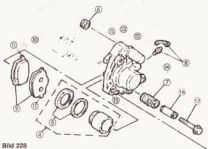

Bild 228
Detailskizze zu den Bauteilen 10 in Bild 228
- 2 Diese «Federzungen» drücken auf die «Nasen» der Bremsklötze (11 in Bild 228)
- Führungsschraube 17 in Bild 228 lösen (18 Nm) und ausbauen.
- Links und rechts von der Bremsscheibe liegen die Bremsklötze frei, lediglich vom feststehenden Teil des Bremssattels (13) und den Federn (10) gehalten. Bremsklötze dort abnehmen.
- Nach Ausbau des feststehenden Teils Gleitflächen reinigen und entscheiden, ob die Federn 10 in Bild 228 weiterverwendet werden können oder gegen neue ausgetauscht werden müssen.
- Festsehenenden Teil des Bremssattels mit eingesetzten Federn (10) am Gabelgleitrohr anbauen (35 Nm).